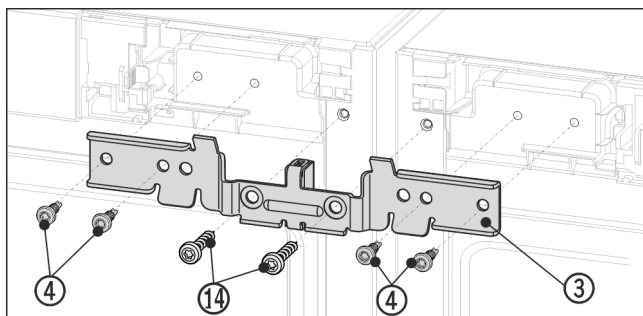

Fig. 12 Représentation à titre d'exemple
- Pousser l'équerre Fig. 12 (3) avec l'entretoise entre les appareils et sur le pivot. Visser sans serrer l'équerre avec quatre vis Fig. 12 (4) et les vis de terre préalablement dévissées Fig. 12 (14) de façon alternée à droite et à gauche.